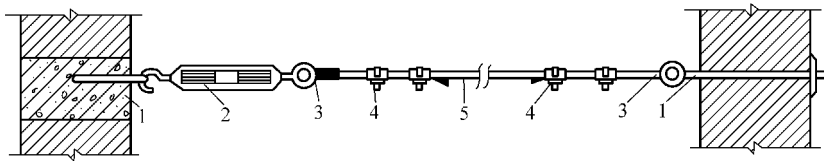

图 9-3 钢索配线示意图
- ① 根据设计图纸,在墙、柱或梁等处,埋设支架、抱箍、紧固件以及拉环等物件。
- ② 根据设计图纸的要求,将一定型号、规格与长度的钢索组装好。
- ③ 将钢索架设到固定点处,并用花篮螺栓将钢索拉紧,如图 9-3 所示。
- ④ 将塑料护套线或穿管导线等不同配线方式的导线吊装并固定在钢索上。